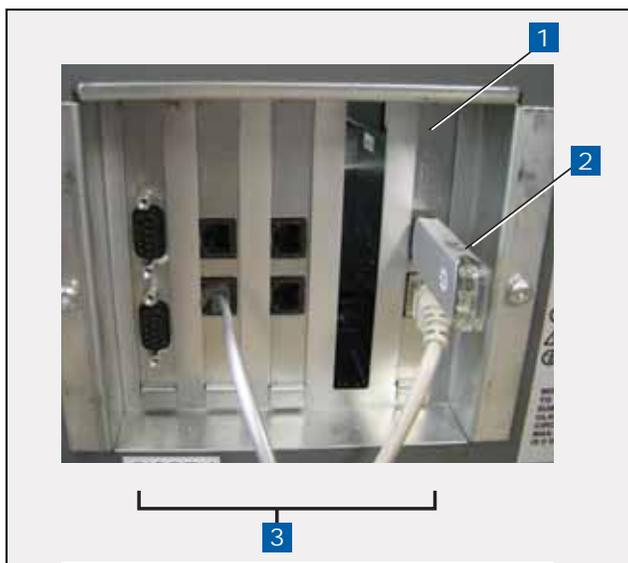

Figura 1. Placa USB/Ethernet - Porta Thumbdrive V-R
1. Insira o Thumbdrive de cópia de segurança da V-R (P/N 332970-004) na porta USB externa da placa USB/Ethernet, P/N 332913-001 (ver item 2 em Figura 1).
LEGENDA PARA CAIXAS NUMERADAS LIG Figura 1
2. Retire as placas de comunicação das ranhuras 4 e 5 da baía de módulos de comunicação (ver Figura 1) e reserve-as.